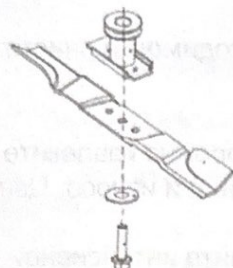

Рис. 27
- Ослабьте болт с шестигранной головкой против часовой стрелки с помощью подходящего гаечного ключа и снимите его вместе со стопорной частью и лезвием (рис. 27).